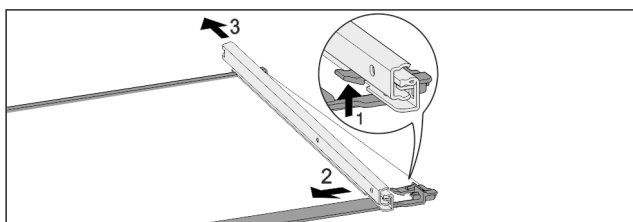

Fig. 58 Стеклопластина с направляющими
- ▶ Отожмите передний стопорный крючок вверх. Fig. 58 (1)
- ▶ Сдвиньте выдвижную направляющую в сторону Fig. 58 (2) и назад Fig. 58 (3).